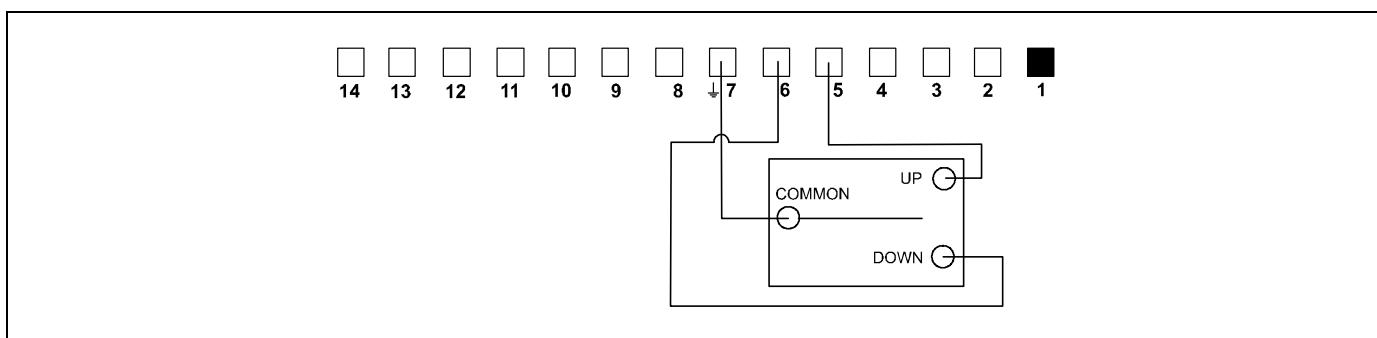

Figura 31
**NOTA:** Si fuese necesario operar el soporte desde una distancia superior a la permitida por el control remoto, puede utilizarse un interruptor convencional (no remoto) o un dispositivo similar. Consulte la sección "Cierres de contactos secos". (Consulte la Figura 31).
1. Conecte el cable COMMON de su interruptor al terminal 7. (Consulte la Figura 31).